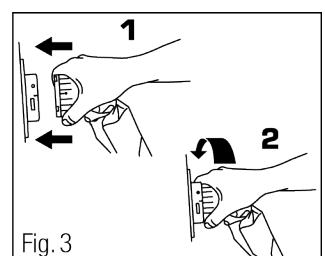

Fig. 3
5. Sluit de luchttoevoerslang aan op het motorblok door de zwarte lijn op de aansluiting van de luchttoevoerslang uit te lijnen met de zwarte lijn op de aansluiting van het motorblok en druk ze samen. Draai de aansluiting van de matrasslang met de klok mee totdat de groene indicator het indicatiegat op de aansluiting van de voedingseenheid vult (afb. 3).